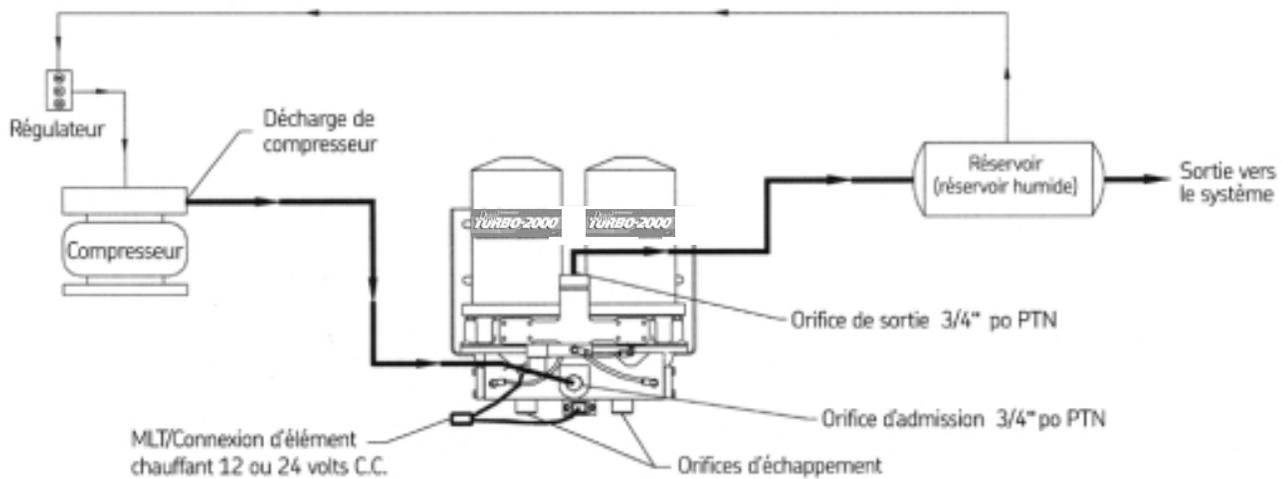

Fig. 2 Schéma de branchement
| • Orifices de branchement: | (voir Fig. 2) | • Options d'élément | 12 V 75 Watts (6,6 A) 24 V 75 Watts (3,2 A) |
- **Orifices de branchement :** (voir Fig. 2)